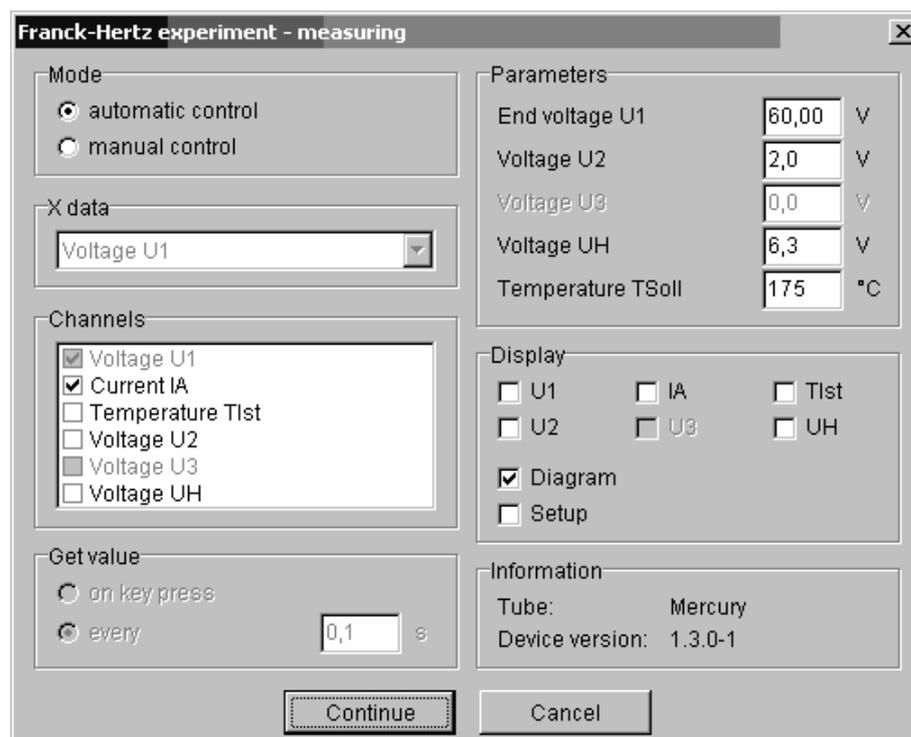

Abb. 8: Messparameter der Franck-Hertz-Software für Hg-Rohr.
B) Measure Software starten und Frank-Hertz-Messsoftware aufrufen. Das Programm erkennt automatisch ob ein Hg- oder Ne-Rohr angeschlossen ist. Die notwendigen Parameter sind voreingestellt (siehe Abb. 8). Die Parameter in Abb. 8 sind typische Werte, mit denen eine Messkurve erfolgreich aufgenommen werden sollte. **Wenn der Auffängerstrom zu hoch ist (beim Zünden), dann wird die Messung durch das Franck-Hertz-Betriebsgerät nach 7 sec. unterbrochen, um die Röhre vor Beschädigungen zu schützen. Um das Zünden des Rohres zu vermeiden, verändere die Parameter U₂, U₃ und U_H wie folgt: reduziere die Heizspannung U_H und reduziere U₃.**